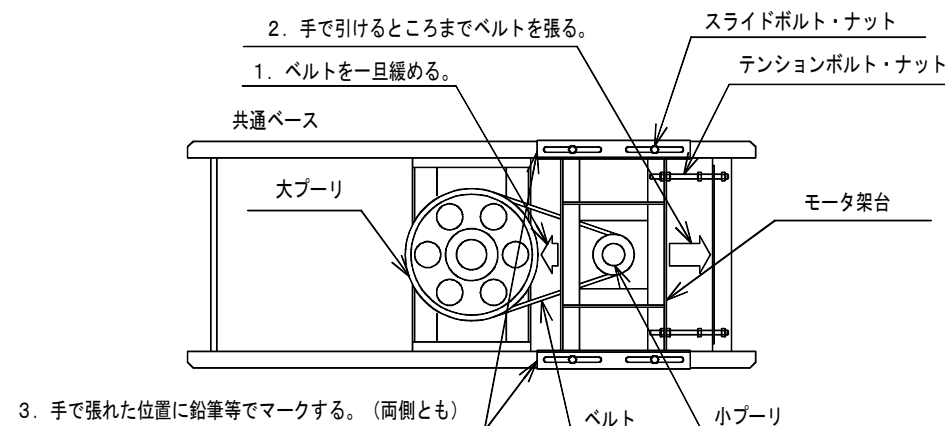

図11-1 ベルトの張り調整
- c. スライドボルト・ナットをゆるめてください。(図11-1 参照)